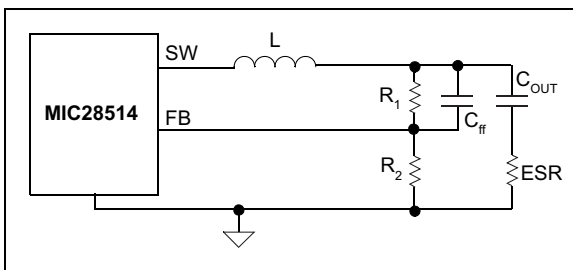

图5-3: FB 上的纹波不足
2. 输出电容的 ESR 较小，反馈电压的纹波不足。在这种情况下，输出电压纹波通过前馈电容 (C_{ff}) 馈入 FB 引脚，如图 5-3 所示。 C_{ff} 的典型值介于 1 nF 和 22 nF 之间。